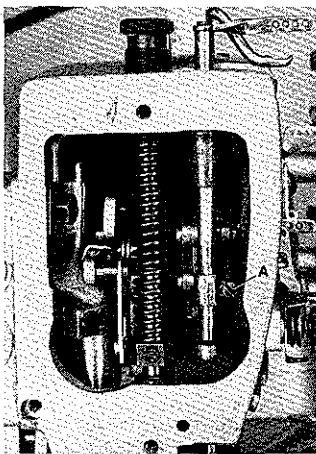
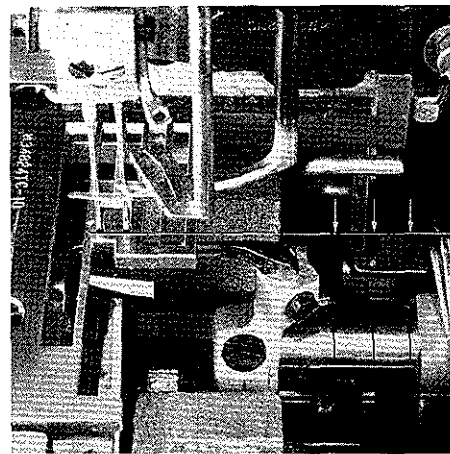
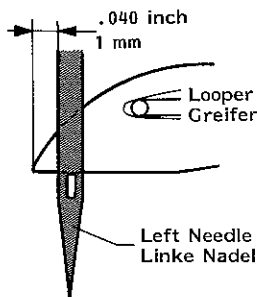

Fig.16
Fig.17
Fig. 19
3. Loosen screw (A, Fig.16) and turn needle bar as required, so the needles center in the needle holes of throat plate and are parallel to the looper shaft (see Fig.17). This can be checked by holding a ruler against the needles.*
4. Retighten screw (A, Fig.16).
The height of needle bar is correct, when the looper point at its travel from right to left is 1 mm (.040 in) left of the left needle (see Fig.19) and the top of the needle eye is flush with the underside of the looper. For adjustment loosen screw (A, Fig.16) and move needle bar up or down as required. Retighten screw (A). Care should be taken not to disturb the alignment of the needle bar when making this adjustment.
* The needle bar can also be aligned and set to height without removing the Metering Device. For this, remove plug (Q, Fig.56) in the head cover plate to have access to screw (A, Fig.16) in the needle bar connection. Remount the plug.
3. L sen Sie die Schraube (A, Fig.16) und drehen Sie die Nadelstange so, da  die Nadeln mittig in die Stichl cher der Stichplatte einstechen und parallel zur Greiferwelle stehen (siehe Fig.17). Dies kann durch Anlegen eines Lineals an die Nadeln gepr ft werden.
4. Ziehen Sie die Schraube (A, Fig.16) wieder an.
Die Nadelstangenh he ist richtig eingestellt, wenn die Greiferspitze bei ihrem Weg von rechts nach links 1 mm links der linken Nadel steht (siehe Fig.19) und Oberkante Nadel hr und Unterkante Greifer in gleicher H he stehen. L sen Sie f r diese Einstellung die Schraube (A, Fig.16) und schieben Sie die Nadelstange nach Bedarf nach oben oder unten. Ziehen Sie die Schraube (A) wieder an. Beachten Sie, da  bei dieser Einstellung die Nadelstange nicht verdreht wird.
* Die Nadelstange kann auch ohne Abbau der Zume einrichtung (Metering Device) ausgerichtet und auf H he eingestellt werden. Entfernen Sie dazu den Verschl stopfen (Q, Fig.56) in der Kopfdeckelplatte, damit die Schraube (A, Fig.16) im Nadelstangen-Mitnehmer zug nglich wird. Montieren Sie den Verschl stopfen wieder.